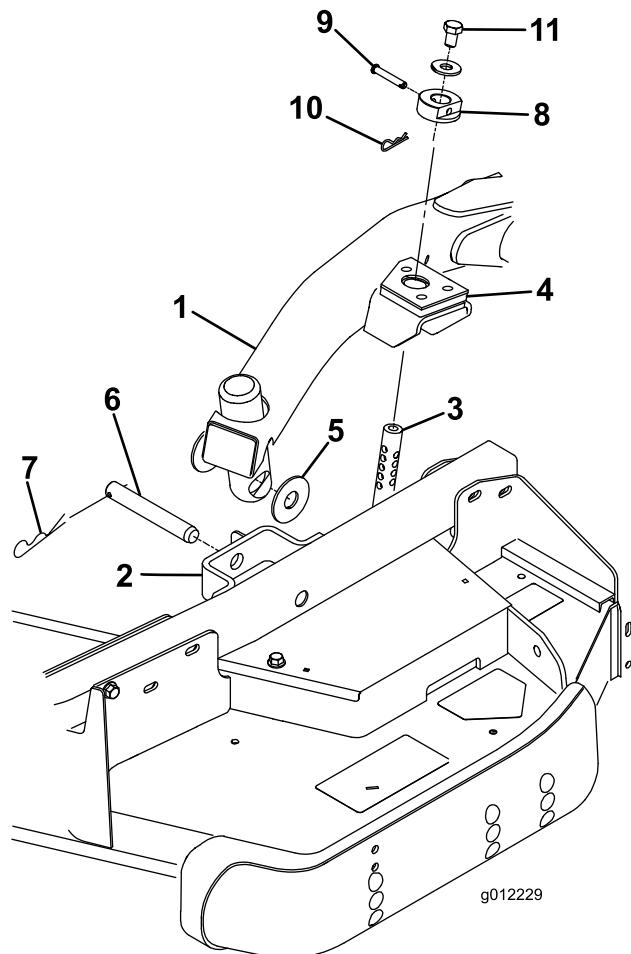

Figura 4
2. Portate la leva di sollevamento in posizione Float. Spingete verso il basso un braccio di sollevamento fino a quando i suoi fori non si trovano allineati ai fori della staffa del braccio della ruota orientabile e l'asta dell'altzza di taglio può essere inserita nei pattini del braccio di sollevamento (Figura 4).
3. Fissate il braccio di sollevamento al braccio della ruota orientabile con 2 rondelle di spinta, un perno con testa e una coppiglia. Posizionate le rondelle di spinta tra il braccio di sollevamento e la staffa del braccio della ruota orientabile (Figura 4). Inserite l'estremità della coppiglia nell'apposito intaglio di ritegno presente sulla linguetta del braccio della ruota orientabile.
7. Montate i collari dell'altrezza di taglio sulle aste dell'altrezza di taglio e fissateli con dei perni con testa e delle coppiglie (Figura 4). Se possibile, collocate la testa del perno rivolta verso la parte anteriore del piatto.
8. Montate un bullone (1/2 x 3/4 poll.) e una rondella sulla sommità di ogni asta dell'altrezza di taglio (Figura 4).